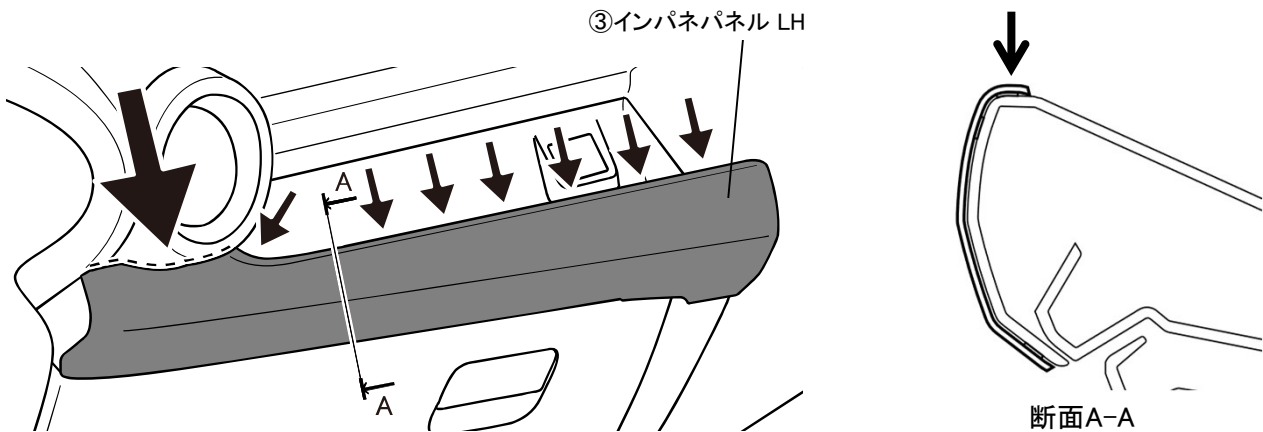

図2
- 3.インパネパネル LH 裏面の両面テープ離型紙2箇所を図2のように3cmほどめくり、表側に折り込んでください。残りの箇所は全て剥がしてください。